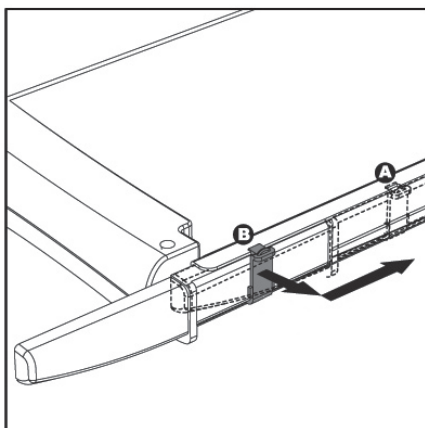

Fig. 3
- Agarre la cortadora de guillotina por la posición más baja, desenganche el botón de bloqueo desplazándolo a la derecha y muévelo de la posición B a la posición A para bloquear la guillotina después del uso. (ver Fig. 3)